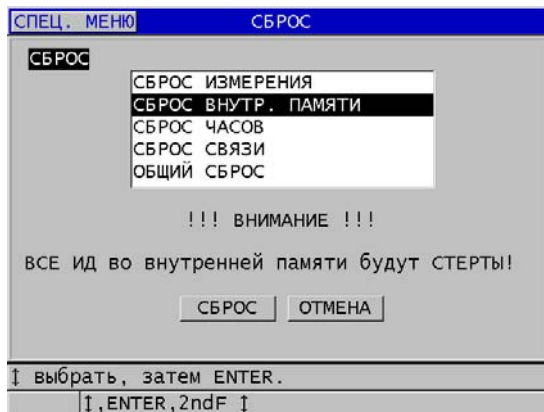

Рис. 11-22 Предупреждающее сообщение при сбросе данных измерения
3. В окне СБРОС (см. Рис. 11-22 на стр. 199):